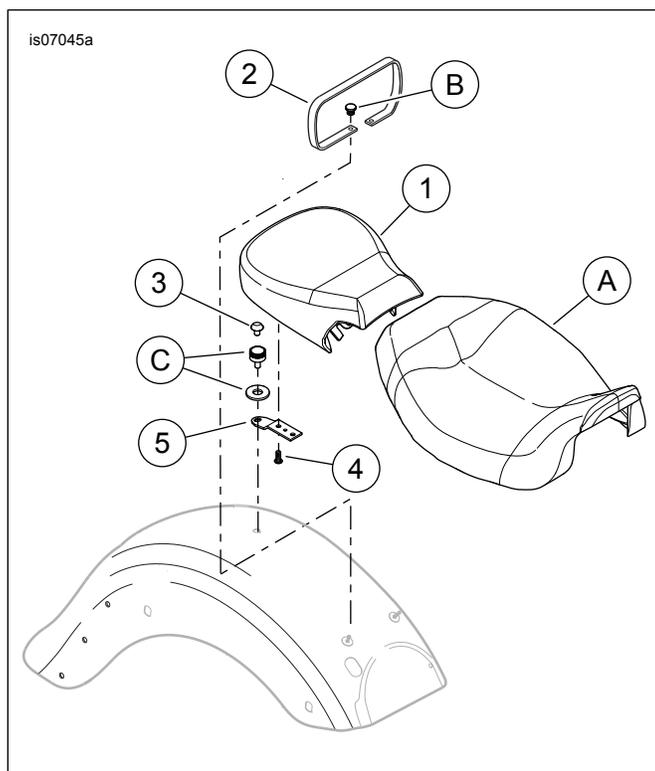

Figura 1. Parti di ricambio: Sellino Touring
Vedere Figura 1 e Tabella 1.
1. Vedere Figura 1 Se installati, rimuovere i dadi di montaggio della sella (B) e la sella monoposto (A).
2. Installare la cinghia di appiglio (2) sui prigionieri da cui sono stati rimossi i dadi di montaggio della sella.
3. Installare la sella monoposto (A) e i dadi di montaggio della sella (B) sulle cinghie di appiglio.
4. Installare il sellino Touring, attraverso la cinghia di appiglio (2), verso i dadi di montaggio della sella:
1. Vedere Figura 1 Rimuovere la bulloneria di montaggio della sella (C) nella parte posteriore del sellino.
2. Tirare il sellino (1) verso la parte posteriore per staccarlo dai dadi di montaggio della sella.
3. Se necessario, rimuovere i dadi di montaggio della sella (B) e la sella monoposto (A). Rimuovere la cinghia di appiglio (2).
6. Rimuovere il coperchio cromato (4) dalla parte inferiore del sellino. Installare il coperchio nel foro di montaggio del sellino nel parafango.